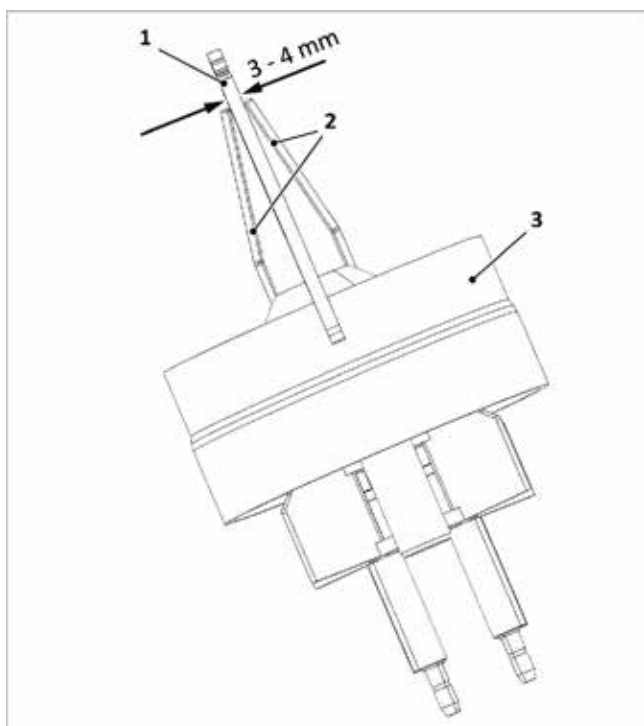

Abb. 123: Abstand Zündelektroden prüfen
3. Abstände der Elektroden wie in → Abb. 123 gezeigt kontrollieren, ggf. durch vorsichtiges Biegen korrigieren.